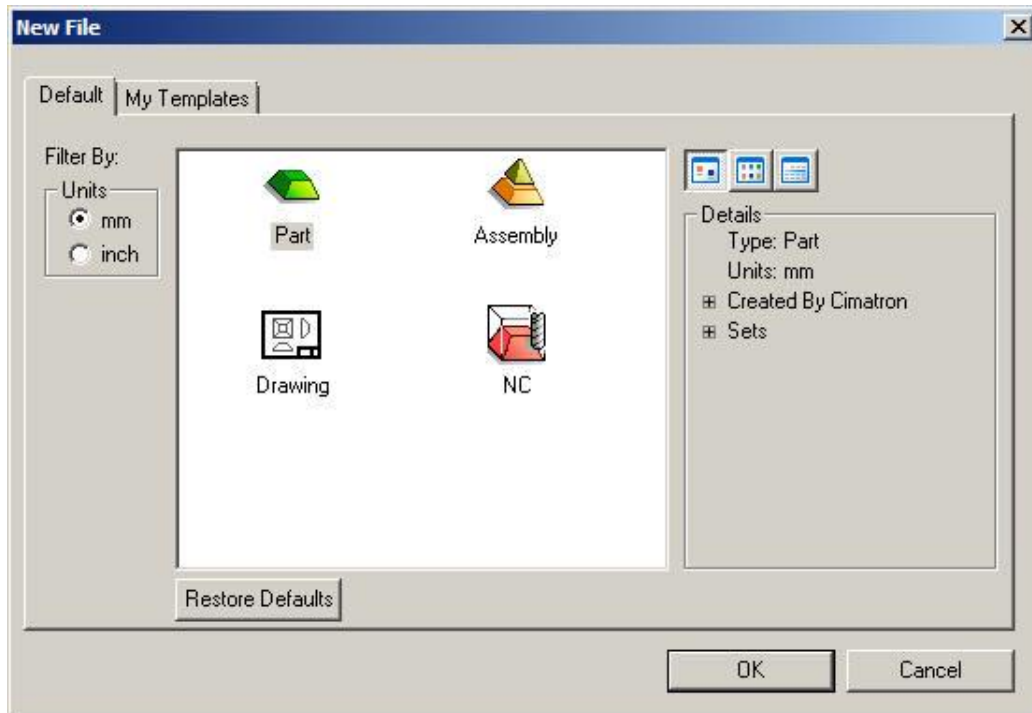

Рисунок 2 – Выбор модуля 3D-моделирования деталей
3.1 Начало работы в программе Cimatron. В главном меню выбираем *File > New*. В появившемся окне (рисунок 2) выделяем *Part* и нажимаем кнопку *OK*.